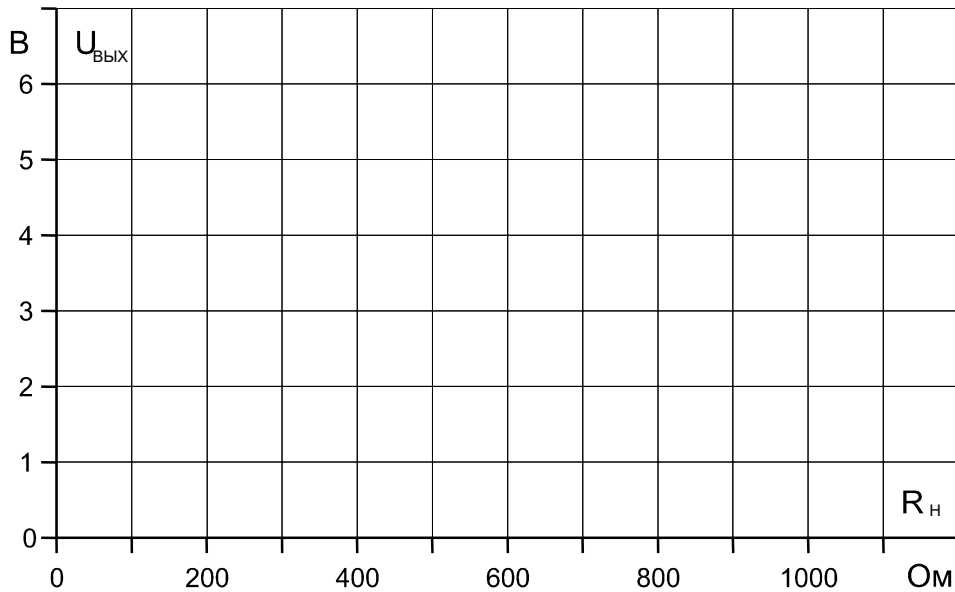

Рис. 8.1.4
- Занесите измеренные величины в табл. 8.1.2 и затем постройте на графике (рис. 8.1.4) кривую зависимости выходного напряжения **Uвых** от сопротивления нагрузки **Rн**.
**Вопрос 4:** Какое утверждение можно сделать относительно характеристики на рис. 8.1.4?